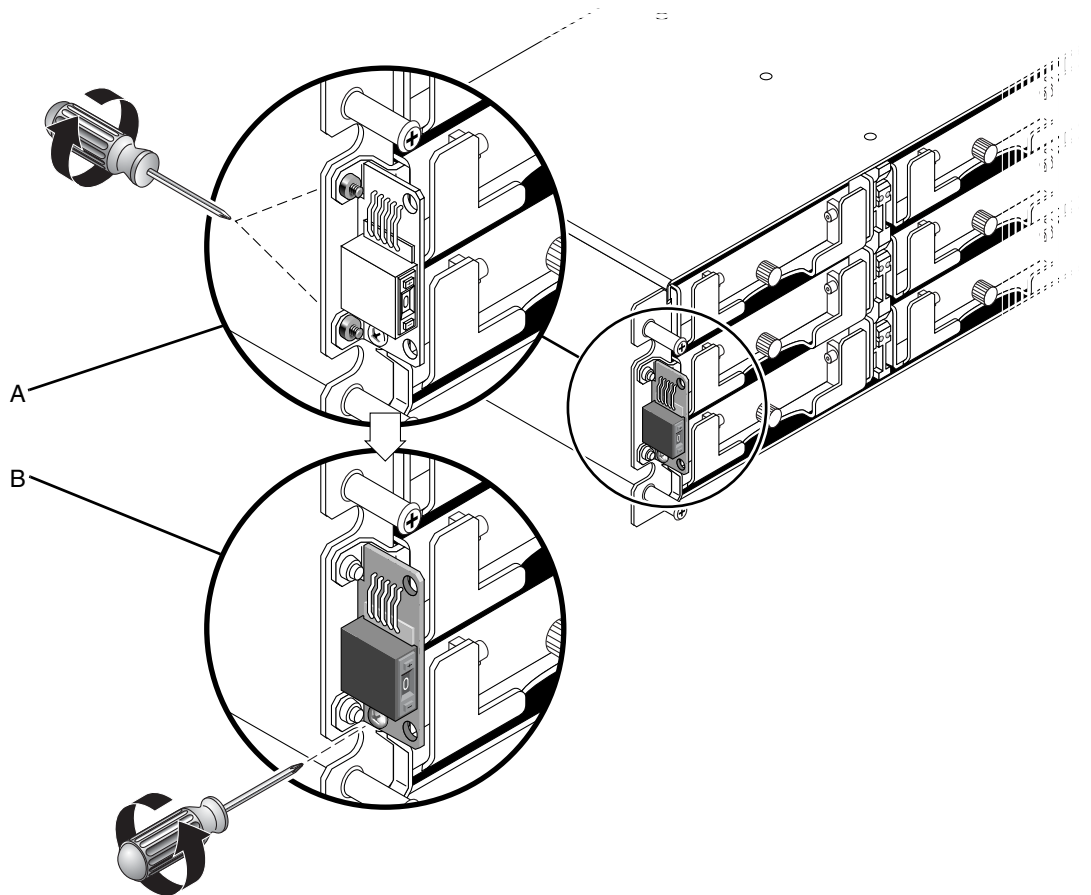

图 6-10 从机架上拆除 ID 开关模块
2. 拆除将交换模块连接到机架的截锥头螺钉（如图 6-10 中 B 所示）。
注 - 如果较低的支架螺钉（如图 6-10 中 A 所示）阻隔了 ID 开关模块螺钉（如图 6-10 中 B 所示），则必须将机架从机箱（如果是机架装配阵列）或相应位置（如果是台式阵列）拆除，以便拆除支架螺钉。两颗 #4-40 x 1/4-英寸的平头螺钉用于替换支架螺钉（在拆除时会毁损）。有关从台式阵列中拆除盖板的详细信息，请参阅《Sun StorEdge 3000 系列 FRU 安装指南》。
5. 如果已将平头螺丝（如图 6-10 中的 A 所示）拆除，则重新将机架边缘的螺丝连接至托架。